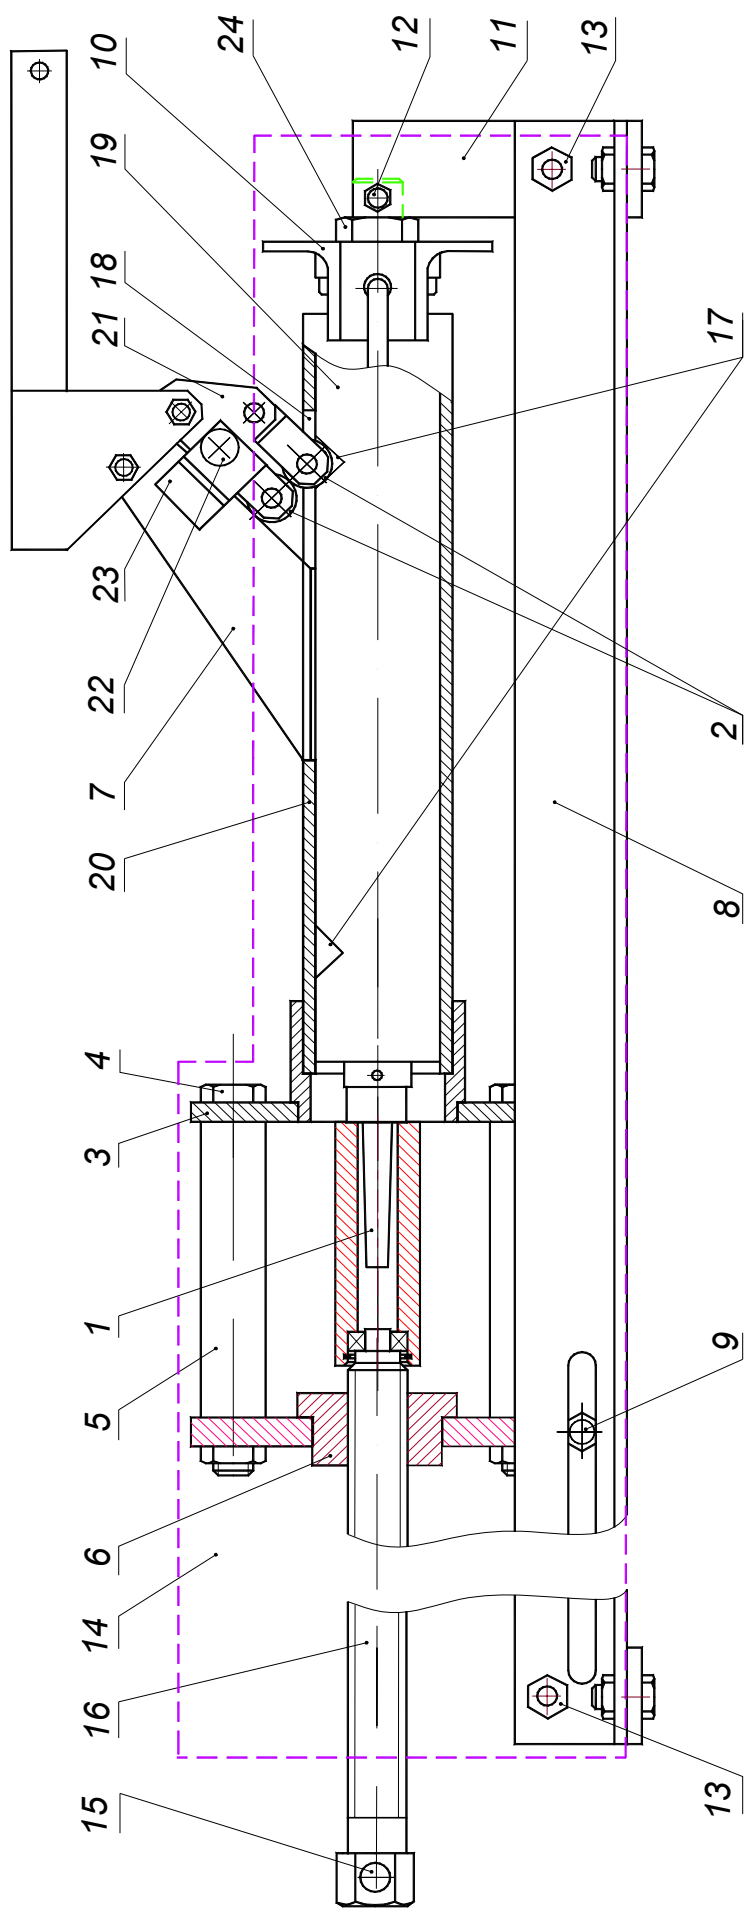

Рис.1
- состояние пробойника 1 (см. рисунок 1) на заточку, отсутствие изгибов и зазубрин;